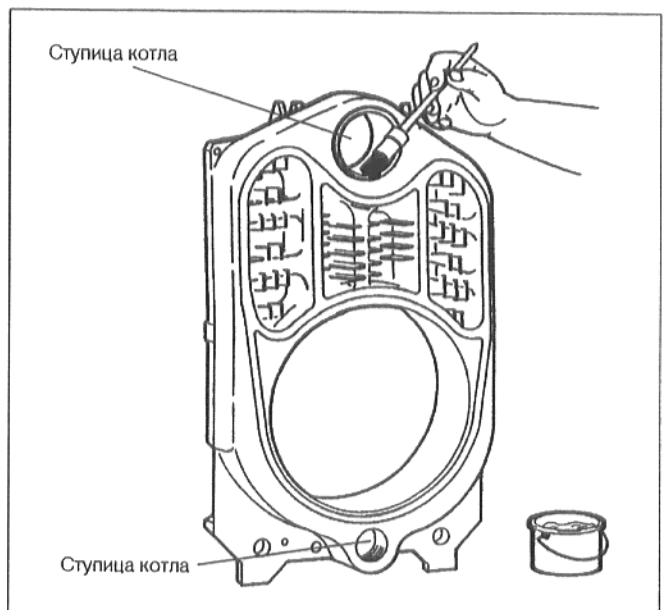

рис. 6
- Смазать суриком ступицы секций котла изнутри (рис. 6)